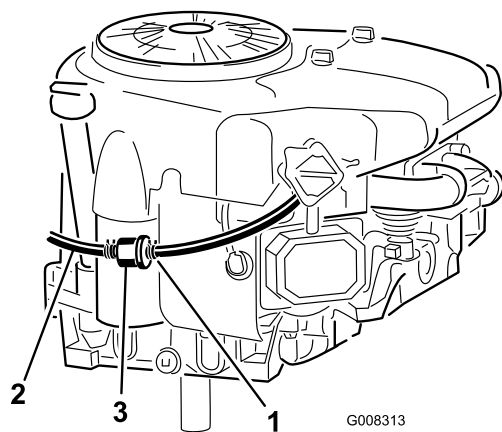

Figura 28
7. Premete le estremità della fascetta stringitubo e sfilatela dal tubo del carburante in direzione del serbatoio (Figura 28).
8. Staccate il tubo del carburante dal filtro (Figura 28) e spurgate la benzina in una tanica o in una bacinella di spurgo.
10. Infilate la fascetta vicino al filtro del carburante, per fissare sia il tubo sia il filtro del carburante (Figura 28).
Il momento più opportuno per sostituire il filtro del carburante (Figura 28) è quando il serbatoio del carburante è vuoto. Non rimontate mai il filtro carburante sporco dopo averlo tolto dal tubo di alimentazione del carburante.